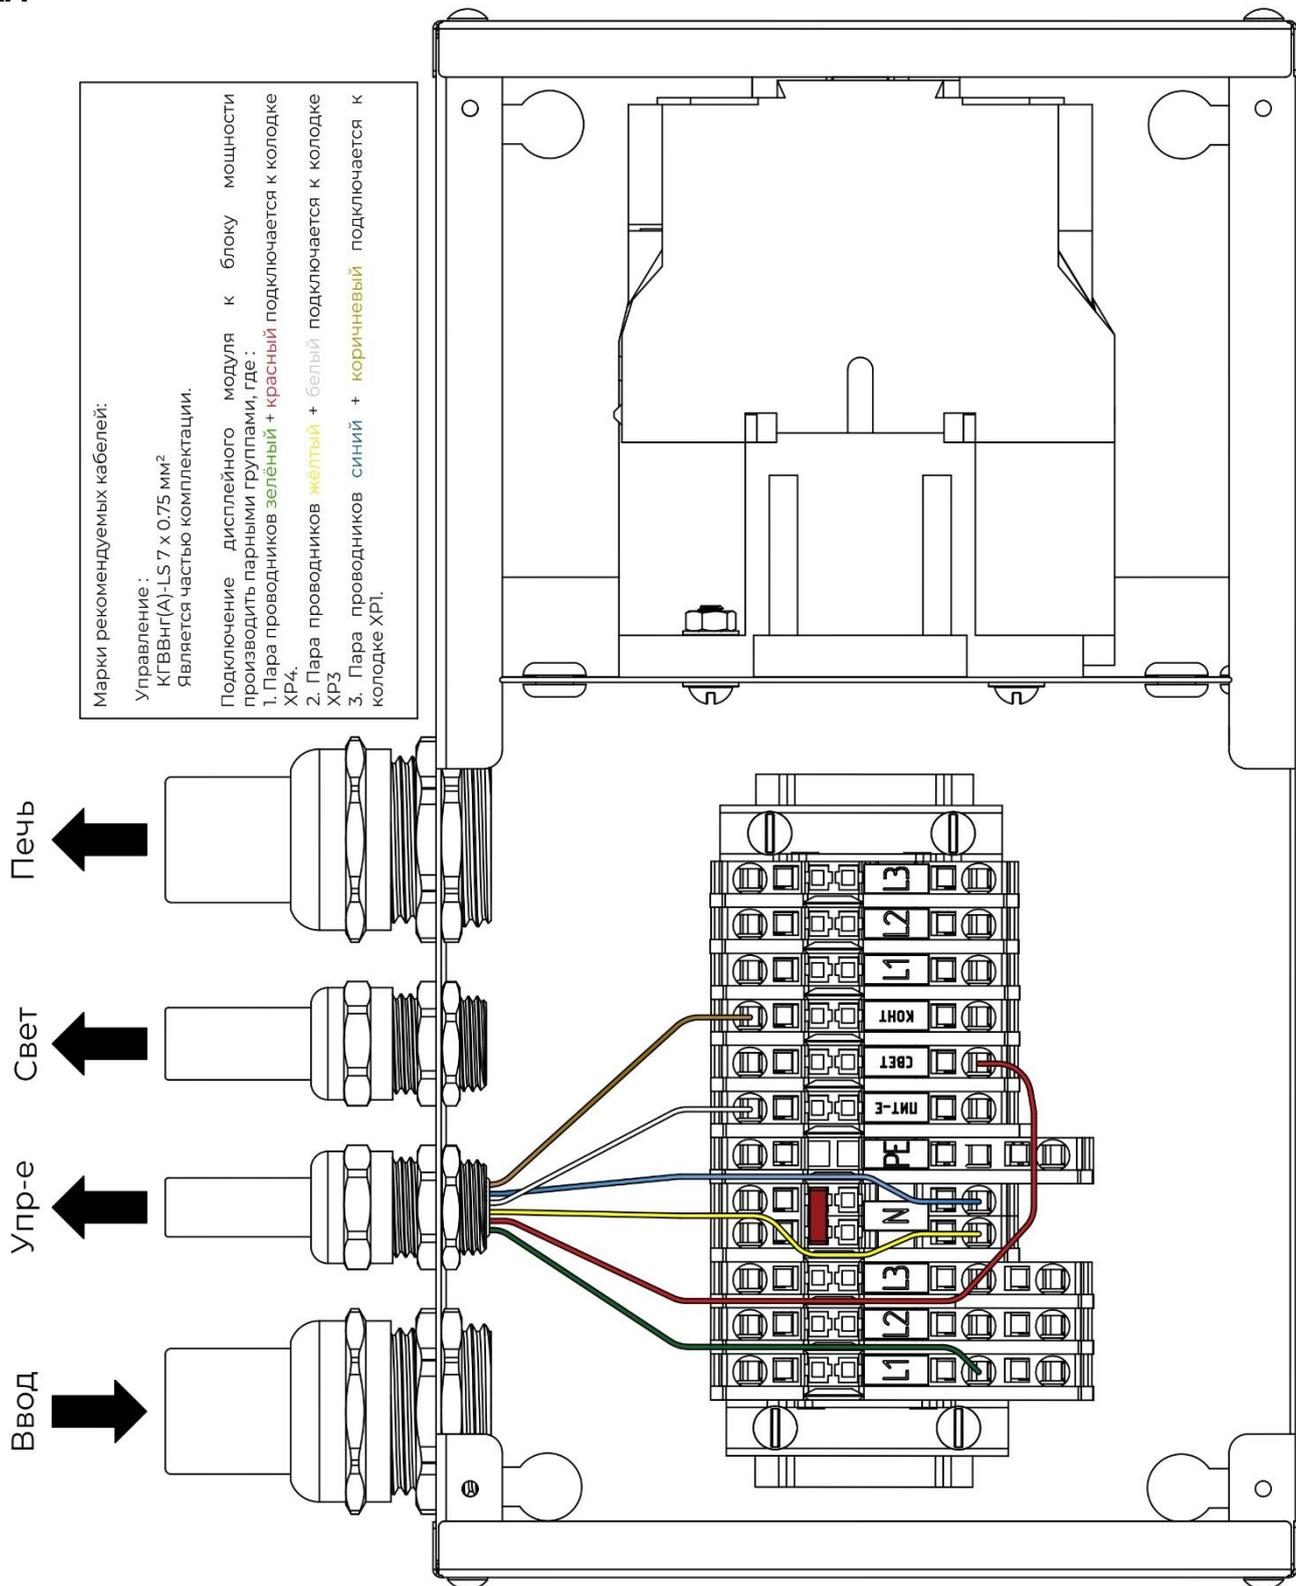
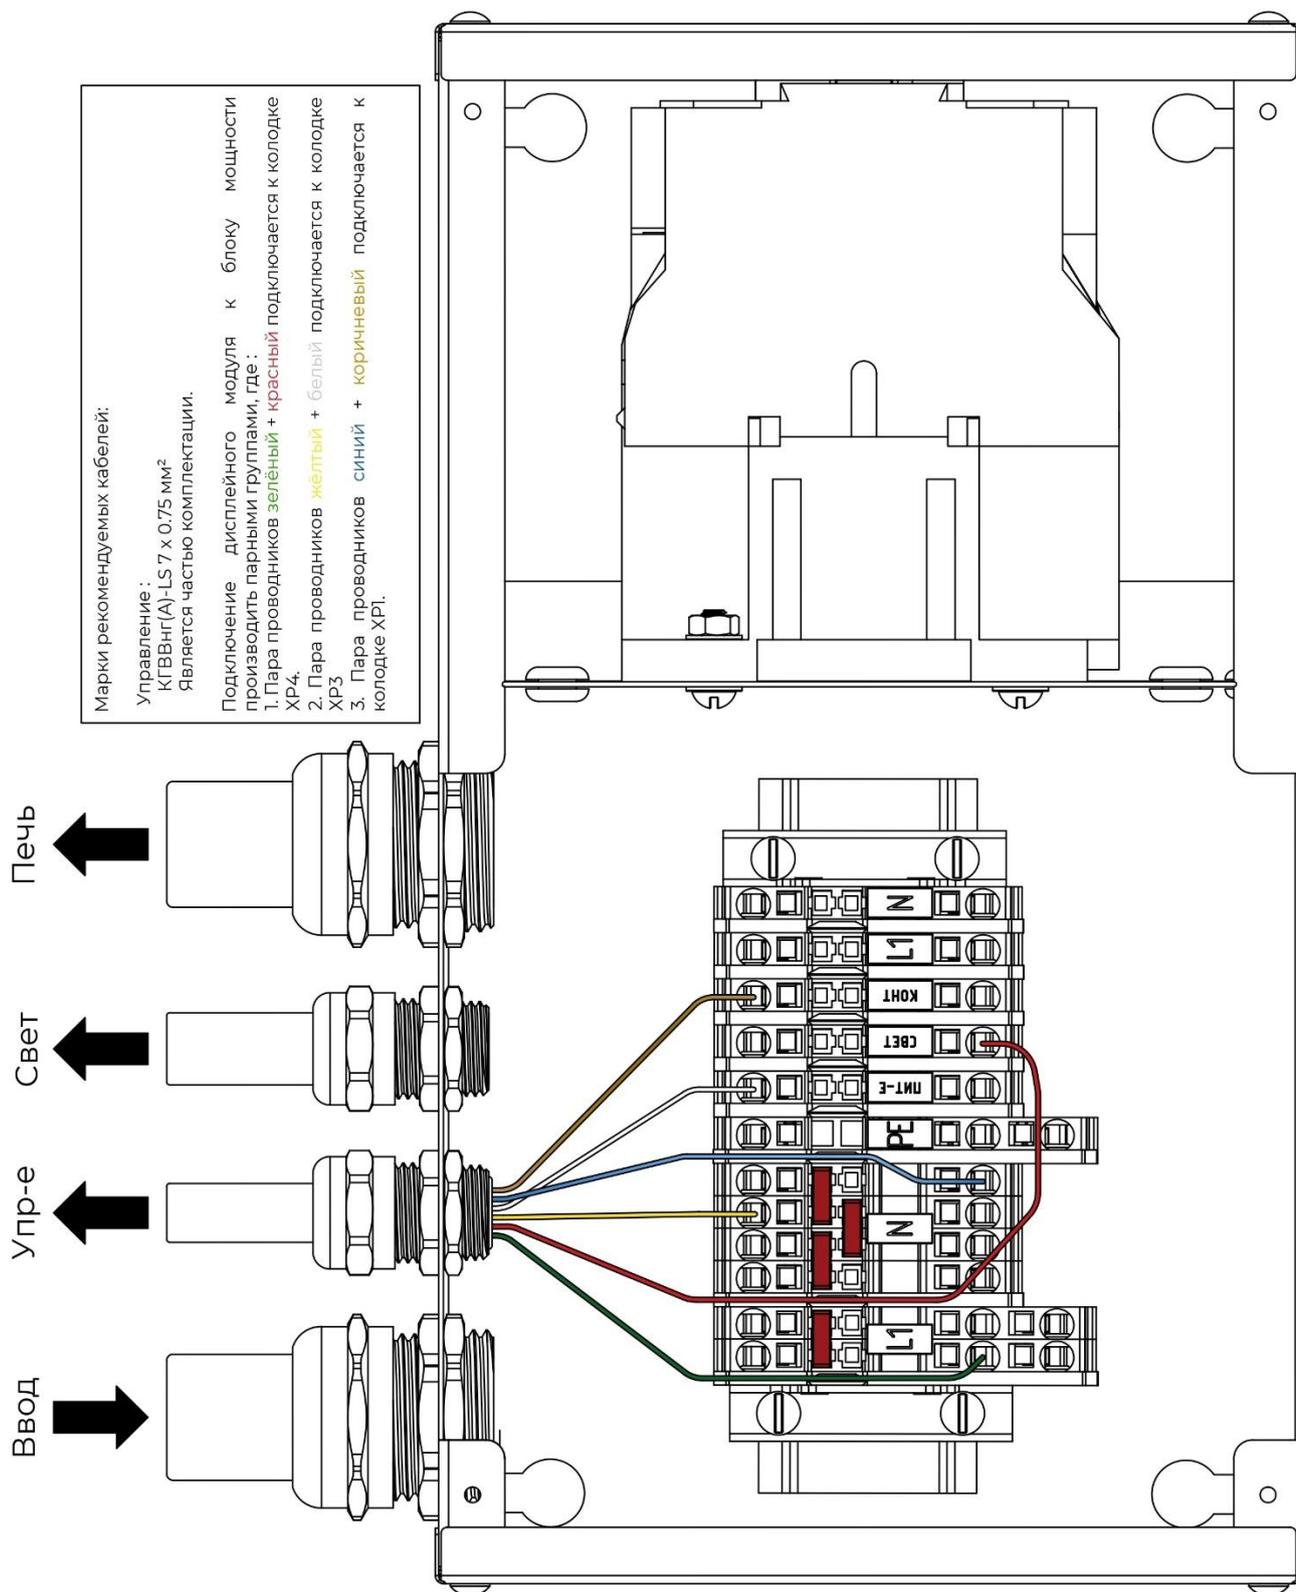

Рис. 18.: Схема расположения подключаемых проводников. Трёхфазный блок. Управление.
Рис. 20.: Схема расположения подключаемых проводников. Однофазный блок. Управление.
Рис. 18.: Схема расположения подключаемых проводников. Трёхфазный блок. Управление.,
Рис. 20.: Схема расположения подключаемых проводников. Однофазный блок. Управление.
Шаг 3. Произведите подключение провода к блоку питания / коммутации парными группами в соответствии со схемами расположения подключаемых проводников для трёхфазного и однофазного блоков (Рис. 18, Рис. 20)*, а также в соответствии с (Рис 25.: Подключение дисплейного модуля к блоку мощности), где:
* При несоответствии цветовой маркировки парных групп соединительного провода, идущего в комплекте с устройством, руководствоваться логикой подключения, описанной в данном разделе, опираясь на Рис.: 18, Рис.: 20., Рис.: 25.